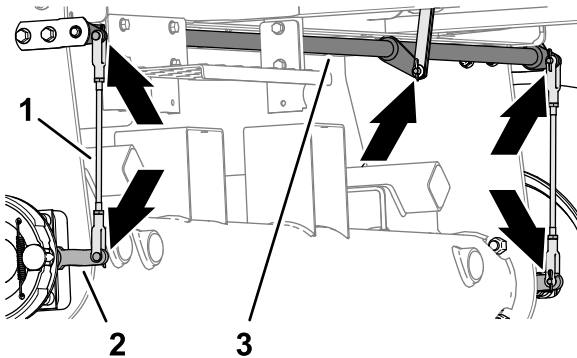

Figure 72
1. Vérifiez l'état et l'usure des tiges de frein gauche et droite (Figure 72).
2. Vérifiez l'état et l'usure de l'axe de pivot de frein (Figure 72).